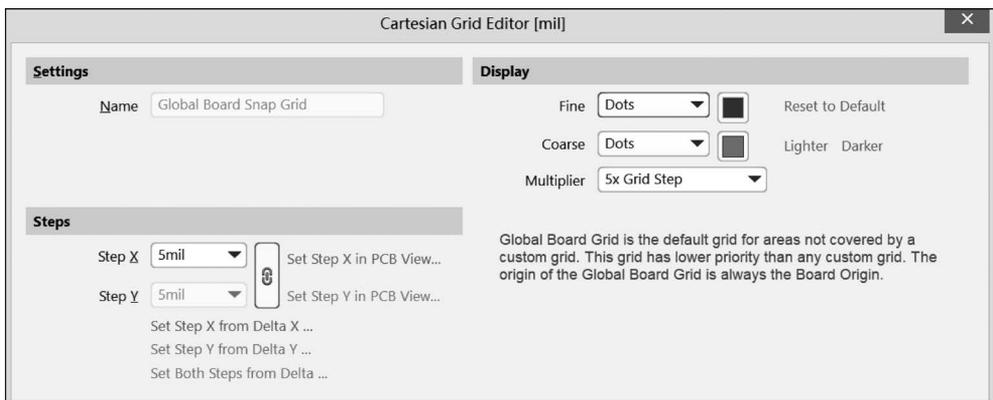

图 3-16 网格编辑器
- Grid Manager: 栅格管理器, 双击图 3-15 选框中的 Priority, 快捷键为 Ctrl+G, 可以打开网格编辑器, 如图 3-16 所示。